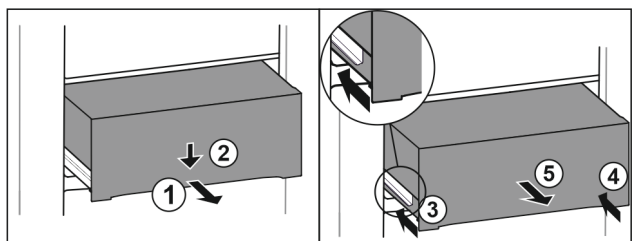

Fig. 149
- ▶ Extrageți pe jumătate sertarul. Fig. 149 (1)
- ▶ Apăsați în jos sertarul pe partea frontală. Fig. 149 (2)
- ▶ Inșerați șina stângă aproximativ 2 cm. Fig. 149 (3)
- ▶ Inșerați șina dreaptă aproximativ 2 cm. Fig. 149 (4)
- ▶ Extrageți sertarul spre înainte. Fig. 149 (5)